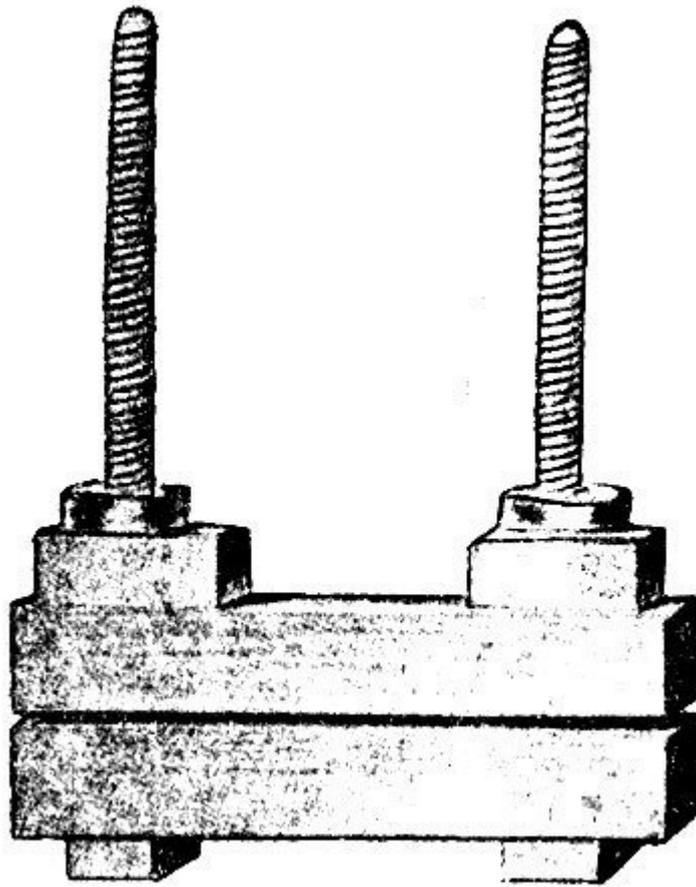

Рис. 67. Переплетные тиски (пресс)
1) Переплетные тиски (пресс). Состоят они из двух деревянных брусков с винтами и гайками (рис. 67). Оба бруска должны быть одинаковой длины, ширины и толщины, винты должны быть наглухо, точно под прямым углом прикреплены к нижнему бруску, верхний же брусок должен быть подвижным – свободно, но и не болтаясь передвигаться на винтах вверх или вниз. Для этого в нем проделаны две дыры, которыми он на эти винты и надевается. Гайки завинчиваются поверх верхнего бруска. Лучшим материалом для тисков является береза или липа, очень хорош также и дуб, но он тяжеловат.